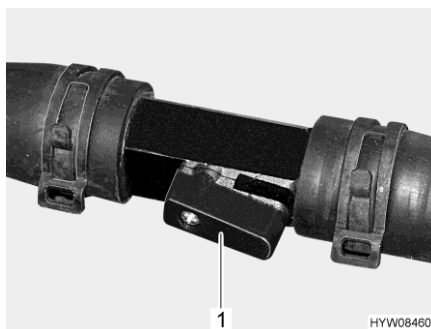

Bild 163 Absperrhahn (geöffnet)
- Den Hebel (Bild 163,1) parallel zur Rohrleitung stellen (Bild 163). Je weiter der Absperrhahn geöffnet wird, desto höher ist die Heizleistung.
- Den Hebel (Bild 163,1) quer zur Rohrleitung stellen. Der Heizkreislauf erfolgt über die Umgehungsleitung.